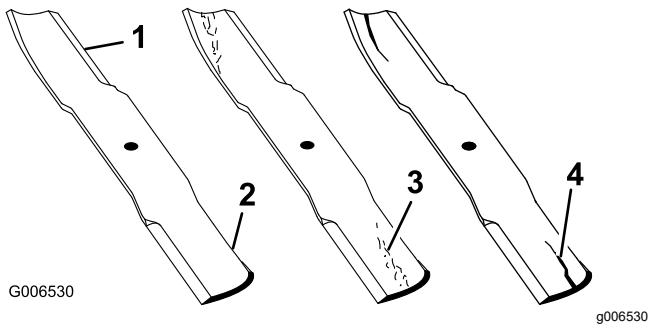

Figure 65
1. Examinez le tranchant des lames (Figure 65).
4. Remplacez immédiatement toute lame fendue, usée ou qui présente une entaille sur cette partie (Figure 65).